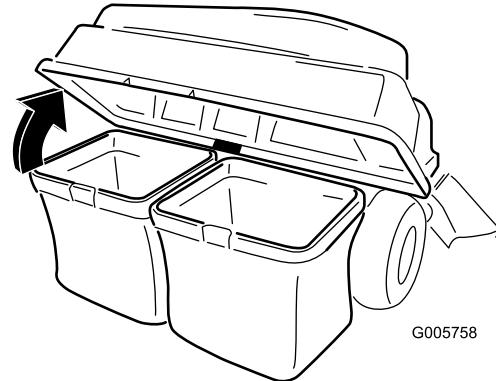

Bild 19
3. Heben Sie die Abdeckung des Heckfangsystems an (Bild 19).